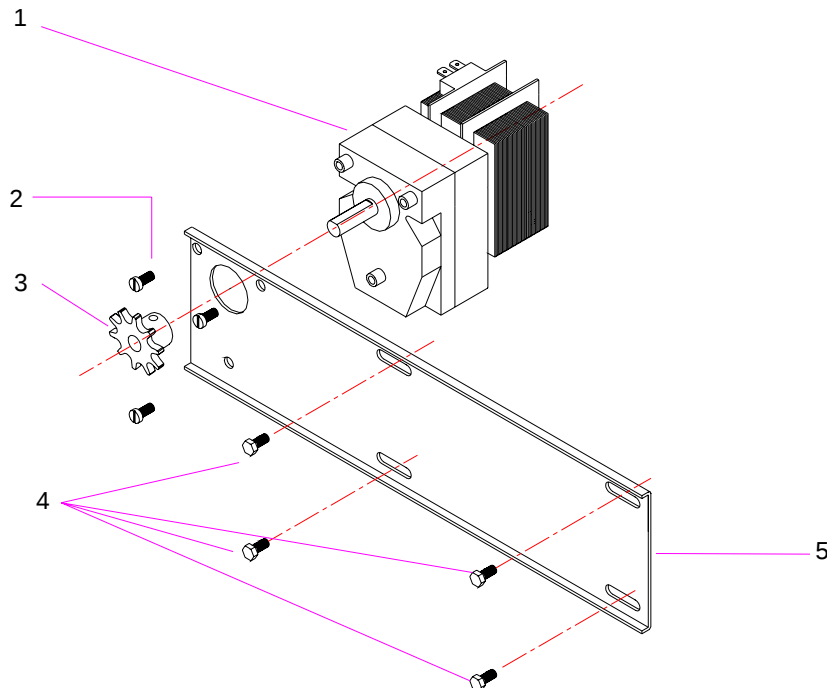

Fig.10
- Aflojar los tornillos (4) **Fig 10**, para extraer la cadena que une el piñón (3) con el eje de primera espada.
- Una vez extraída la cadena soltar totalmente los tornillos (4) para sacar el soporte de motor (5) junto con el motor-reductor.
- Aflojar el tornillo que fija el piñón (3) al eje del motor-reductor para extraerlo del eje, suelte totalmente los tornillos (2) para desmontar el motor-reductor del soporte.